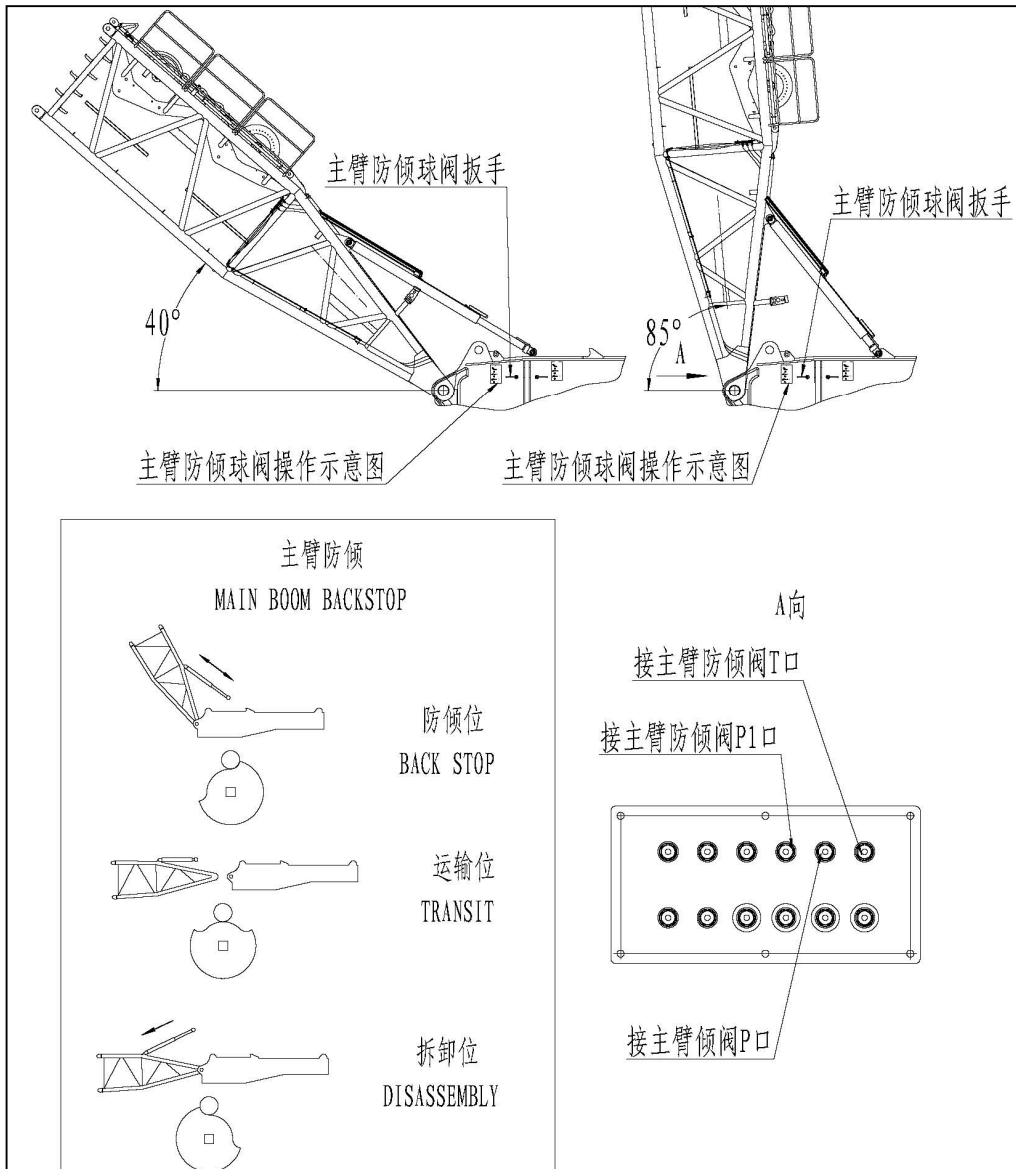

图 2.17.1
2.17.1 连接主臂防倾油缸的液压管路（图 2.17.1）